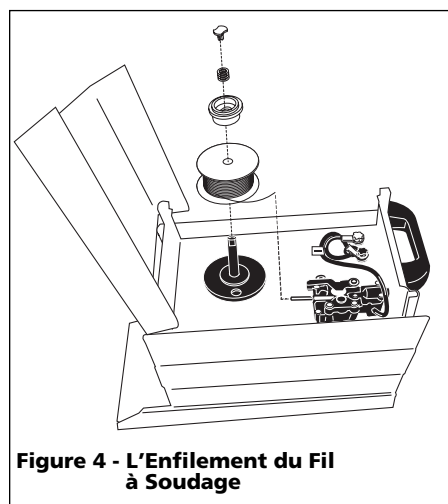

Figure 4 - L'Enfillement du Fil à Soudage
2. Introduire le cordon à travers le manche du collier et glisser le fil nu sous le bloc du collier. Serrer le boulon hexagonal en s'assurant que le fil nu soit bien fixé (Figure 4).